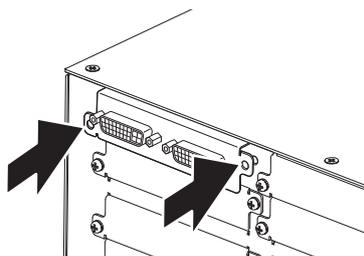

Figura 2
2) Instale la placa de la interfaz en el dispositivo. (Figura 2)